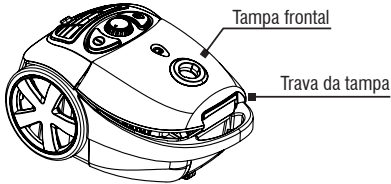

Fig. 11 – Abrindo a tampa frontal
2. Pressione a trava da tampa e puxe a tampa frontal. Fig. 11;